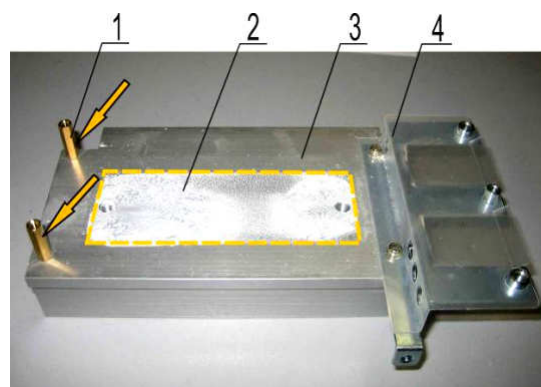

Рис. 6.16
6.10.7. Удалить остатки теплопроводного компаунда (2) с радиатора (3) салфеткой, смоченной СБС (рис. 6.16). Положить сборку (радиатор, металлический кронштейн, стойки) в тару.